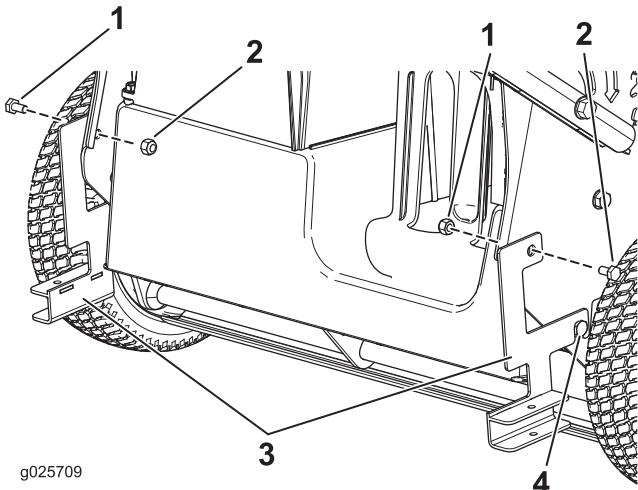

Figure 1
- Desserrez le boulon près de la roue arrière droite (Figure 1).
- Fixez le support droit au côté droit de la tondeuse au moyen d'un boulon et d'un écrou. Serrez le boulon à 13,5 Nm (10 pi-lb) (Figure 1).
- Serrez le boulon que vous avez desserré à l'opération 1 à 17,6 Nm (13 pi-lb) (Figure 1).